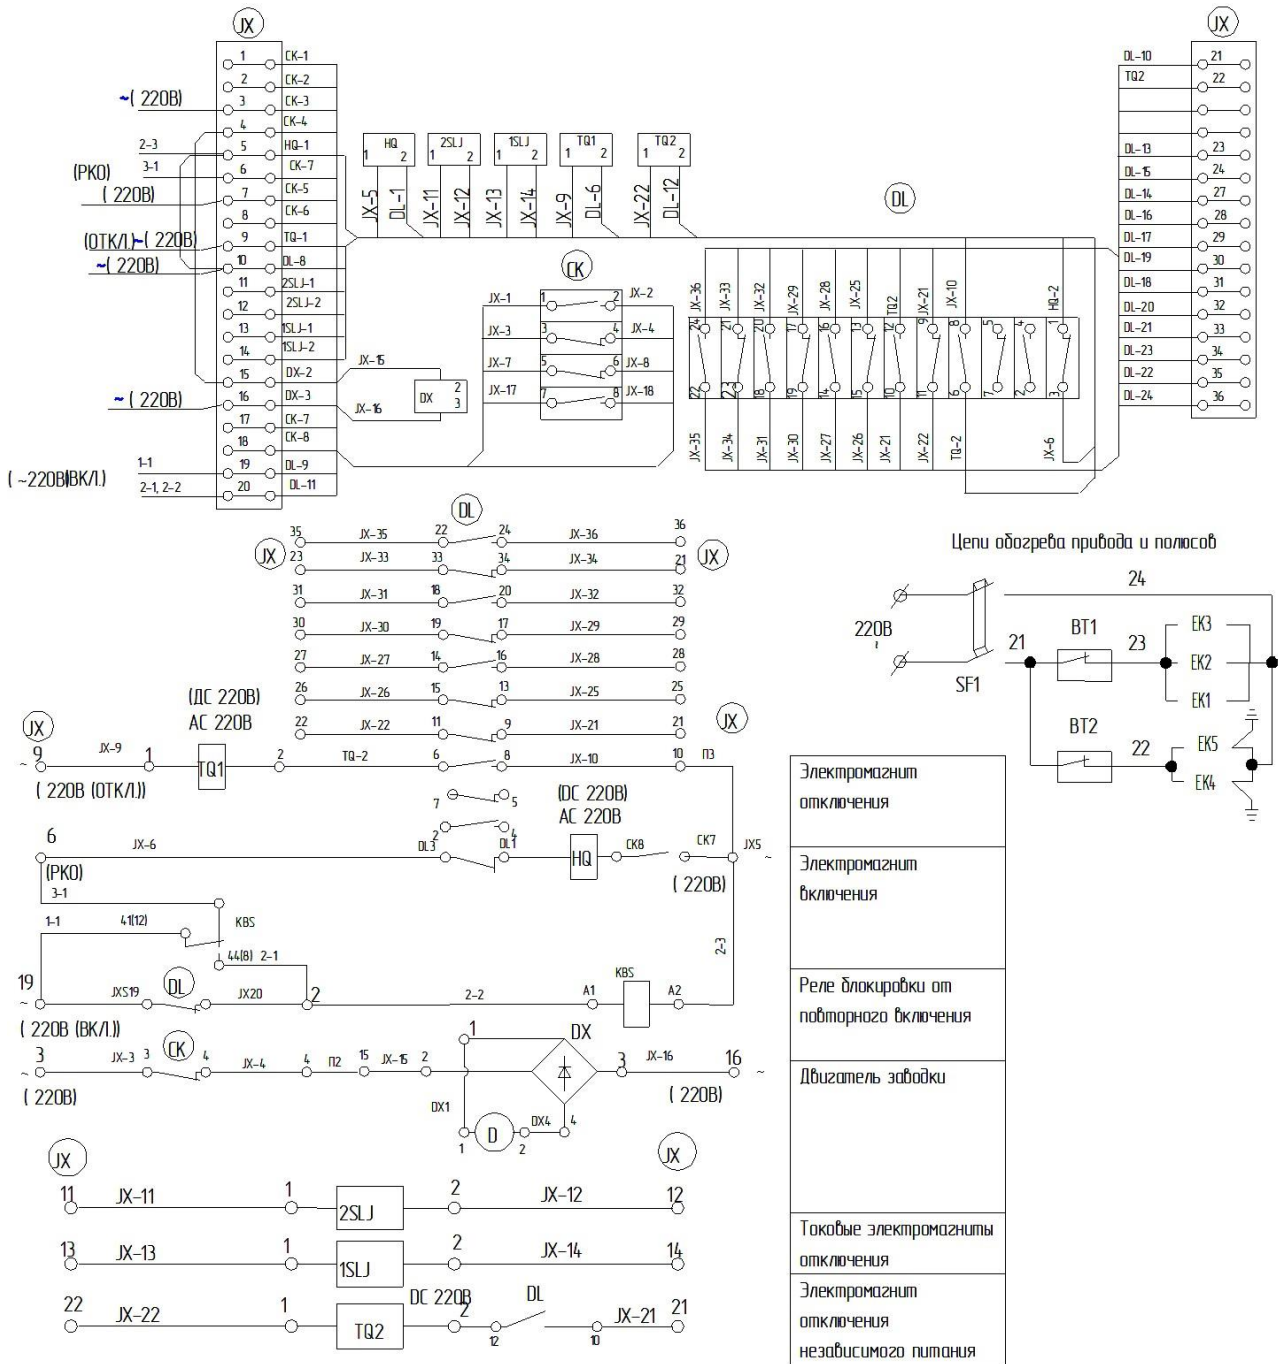

Рис. 6
1.5.1. Назначение схемы (рис.6)